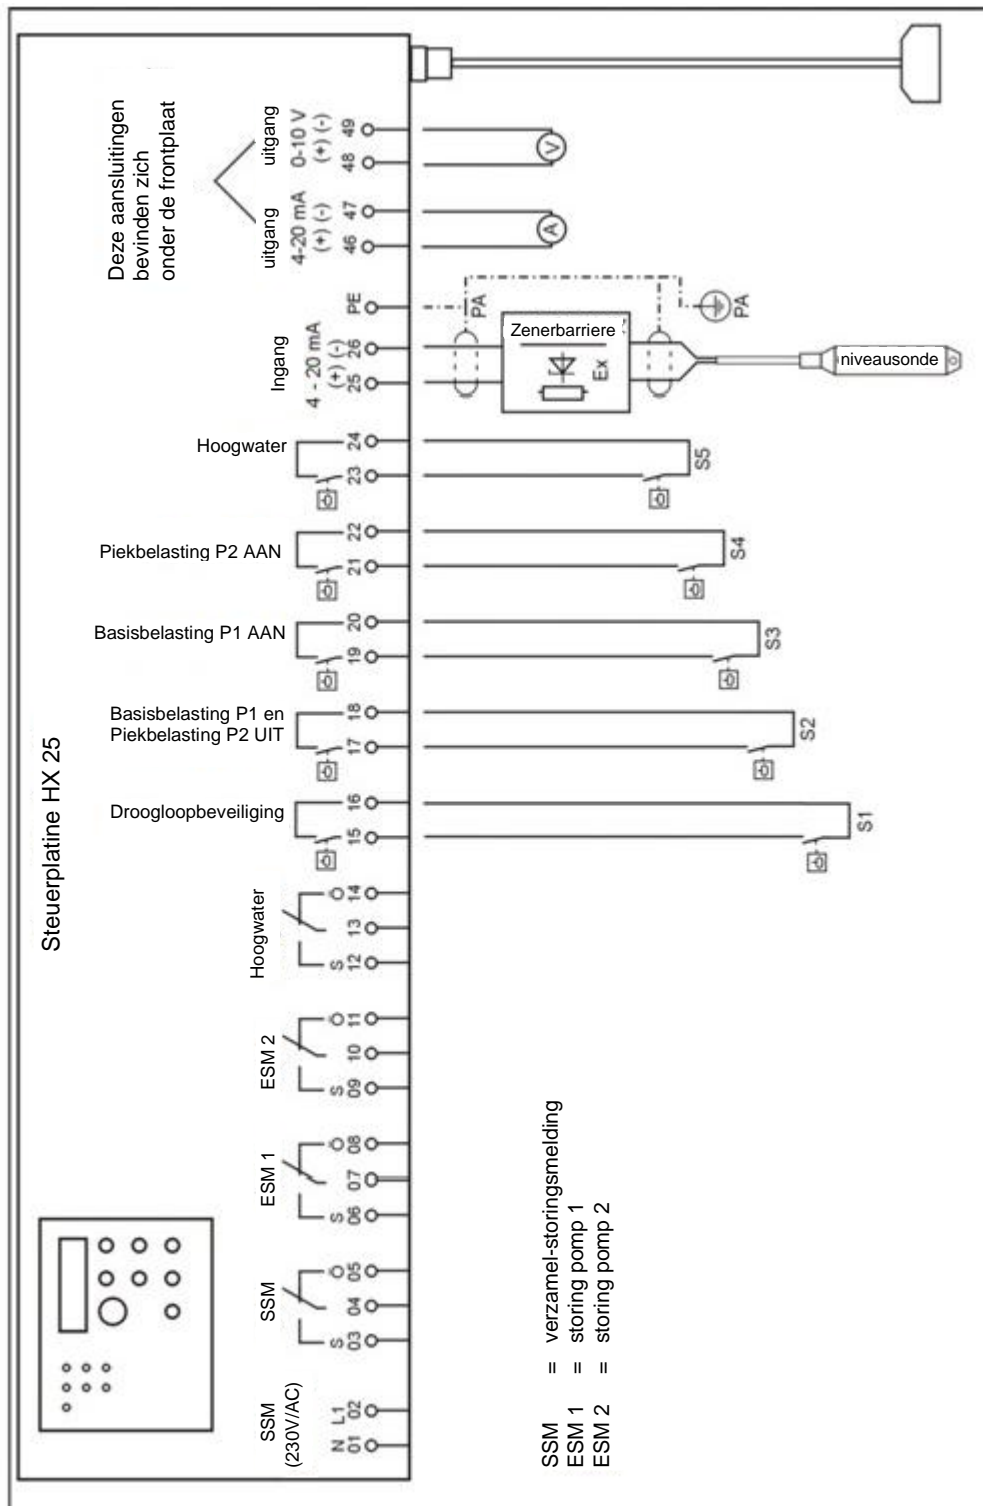

Bild 2
6.4 - 7 Elektrische aansluiting van de storingsmelding uitgangen en de signalingangen (zie afbeelding 2 in de bijlage)